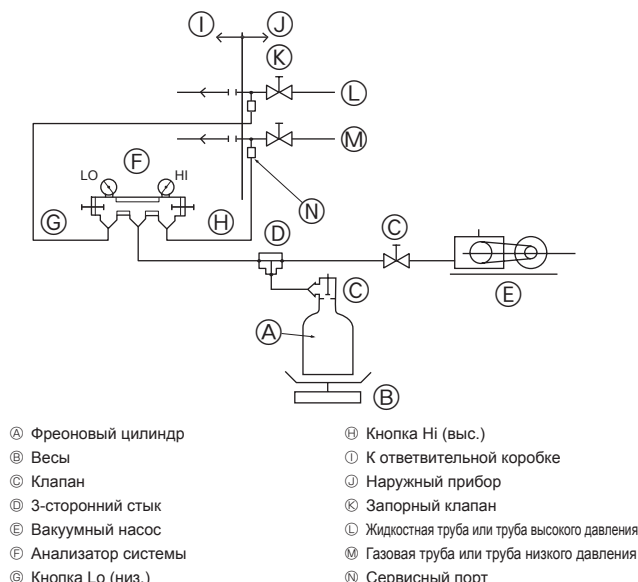

Fig. 5-12
- * Поверните только секцию ③. (Дополнительного затягивания секций ① и ② друг с другом не требуется.)
- ③ Шланг заправки хладагента
- ② Сервисный порт
② Создание вакуума (Fig. 5-12)